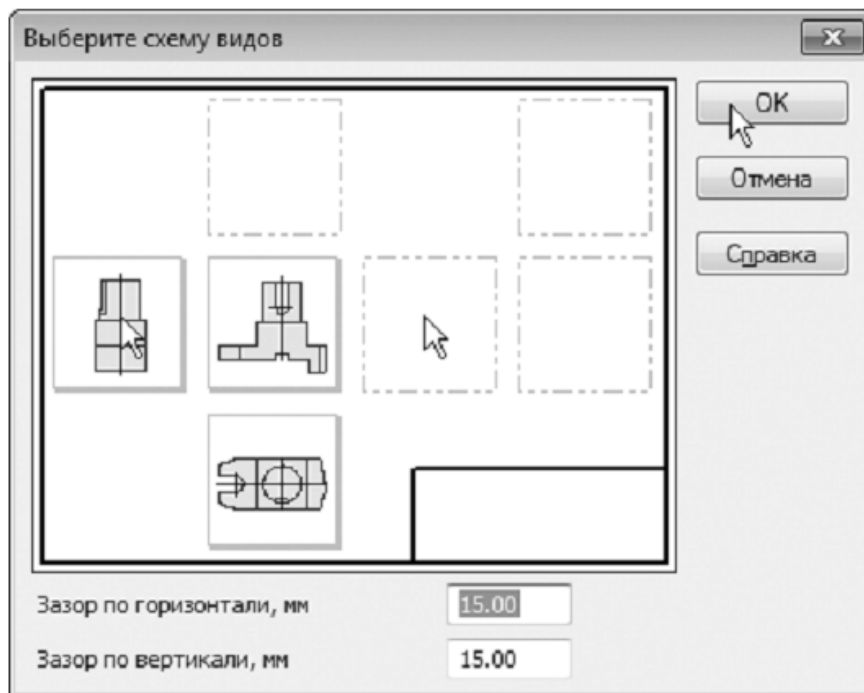

Рисунок 64.
5. Откажитесь от создания вида Слева и включите создание вида Справа. Нажмите ОК (рис.64).